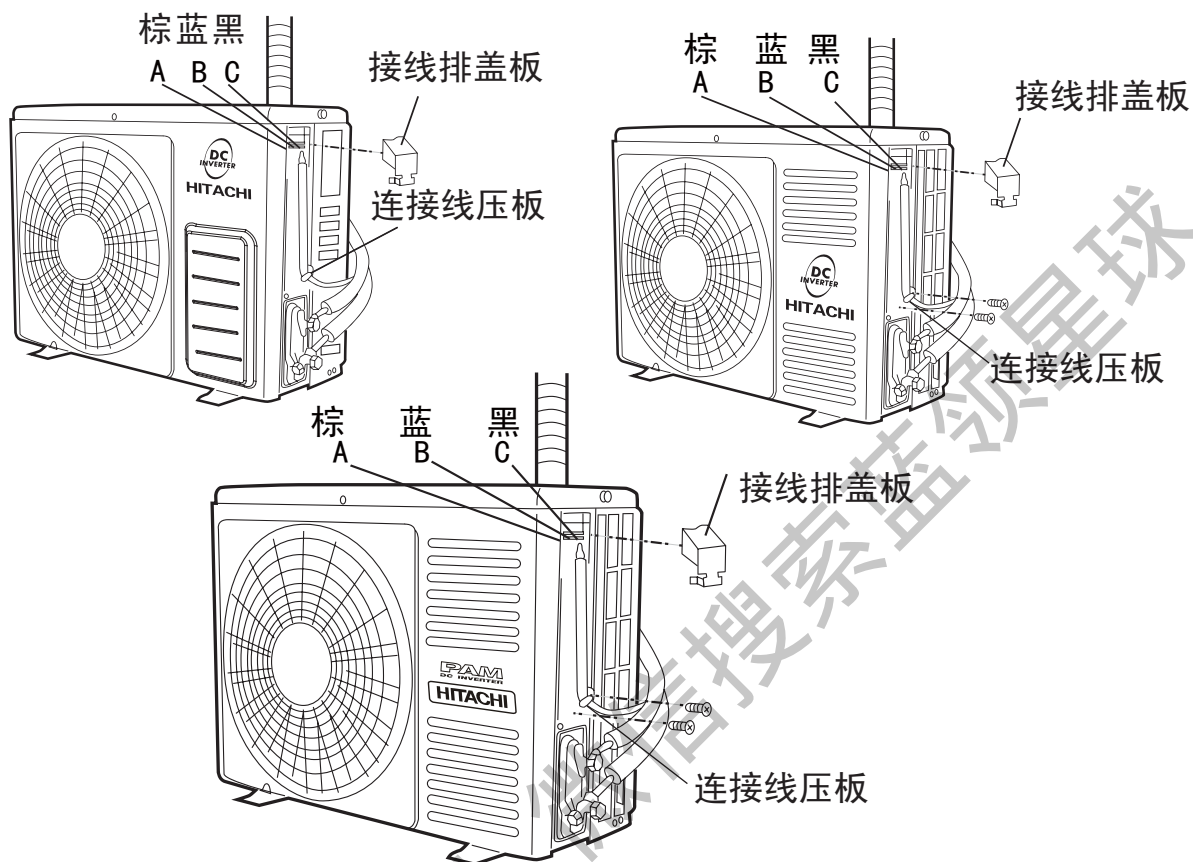

图23
- (1) 将接线排盖板取下。
- (2) 将连接电缆分别按图23正确的牢固连接。（紧固力矩为8~15kgf.cm）